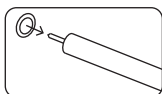
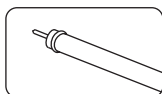

Figura 8
Figura 9
- 7) Lubrique con jabón líquido* el guardapolvos y el extremo superior de los tubos, colocar el guardapolvos en el tubo y deslizar aproximadamente 20 cm **Figura 8 y Figura 9**